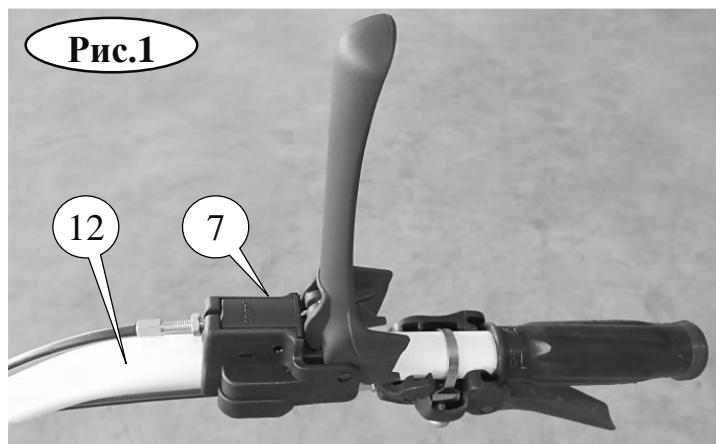

Рис.1
6.1.2. Установить ручку управления (7) на правую рукоятку руля (12) мотоблока. (см. рис.1)
Место установки рукоятки может отличаться от указанного на рис.1.